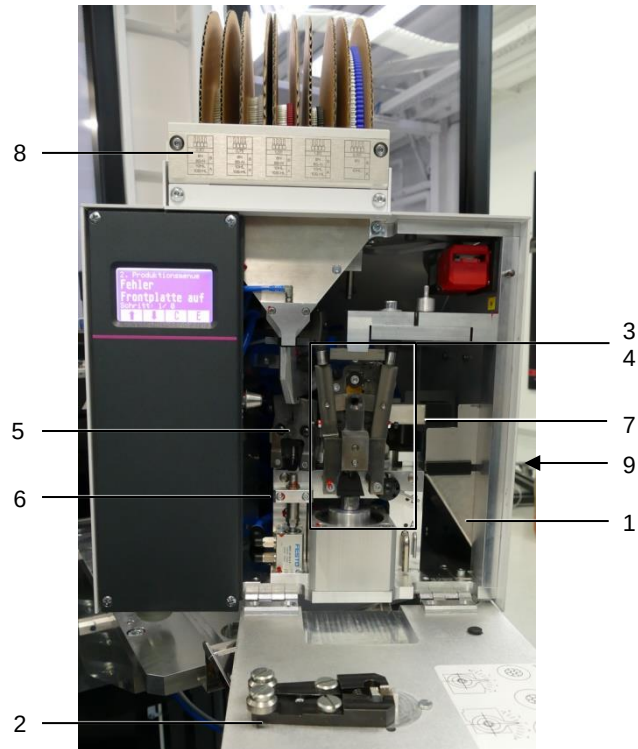

Fig. 21: Oversikt over vedlikeholdspunkt
- Løsne skruene og fjern omslaget (fig. 21, pos. 8)